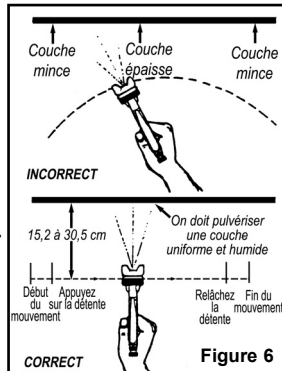

Figure 6
- Méthode de pulvérisation. Tenez le pistolet à une distance variant entre 15 et 23 cm de la surface de travail et déplacez-le d'un côté à l'autre en appuyant sur la détente pour pulvériser les matériaux. Pour éviter l'apparition de grumeaux, de coulures et de marques de raccords, maintenez le pistolet en mouvement en tout temps avant, pendant et après avoir appuyé sur la détente (voir Figure 6). Exercez-vous en peignant sur du matériel de rebut ou du carton jusqu'à ce que les résultats de vos essais de recouvrement soient acceptables en effectuant des réglages comme suit :